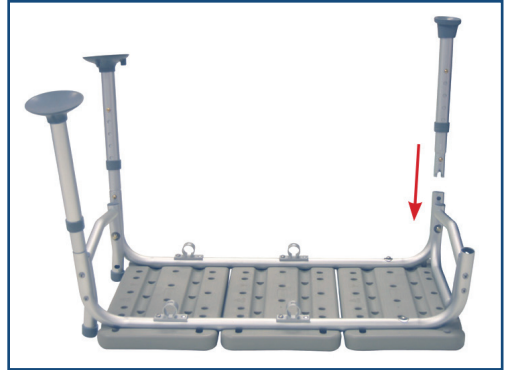

figura 3
6. Coloque la pata con la punta de caucho pequeña (marcada con "B") dentro del receptáculo (marcado con "B") al presionar la clavija a presión. Repita el mismo procedimiento para la segunda pata (Figura 3)